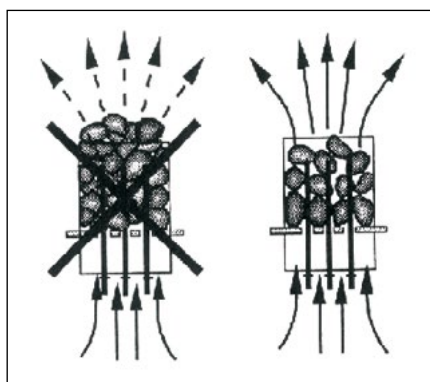

Рисунок 1.
- Камни должны полностью закрыть нагревательные элементы. Не следует также укладывать камни высокой горкой на элементах. См. рис. 1.
Если каменка подключена к источнику питания и главный выключатель (см. рис. 1) включен, каменка находится в режиме ожидания и готова к использованию. Внутри кнопки питания (I/O) на панели управления горит световой индикатор.